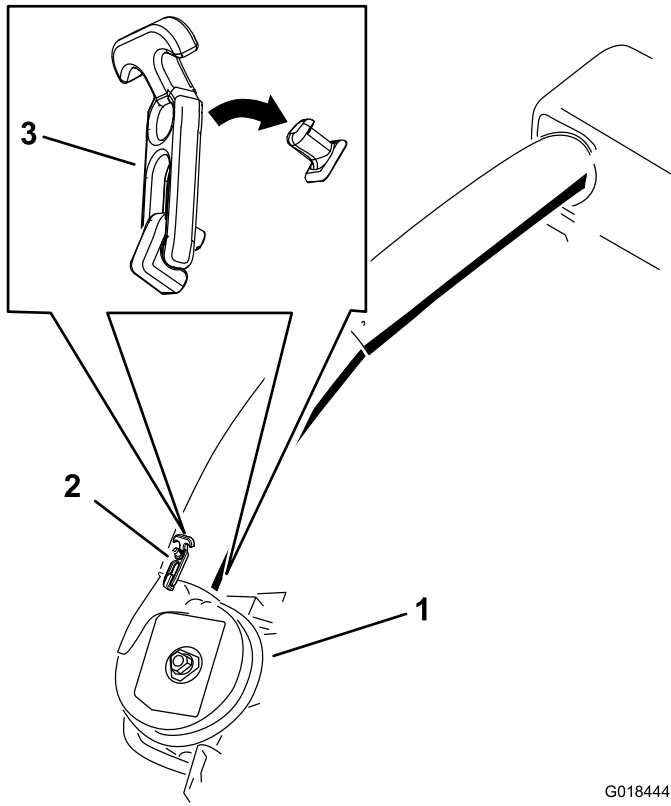

Figura 28
- Utilice ambos cierres para sujetar el tubo inferior al conjunto del soplador (Figura 28).
21. Utilice ambos cierres para sujetar el tubo inferior al conjunto del soplador (Figura 28).